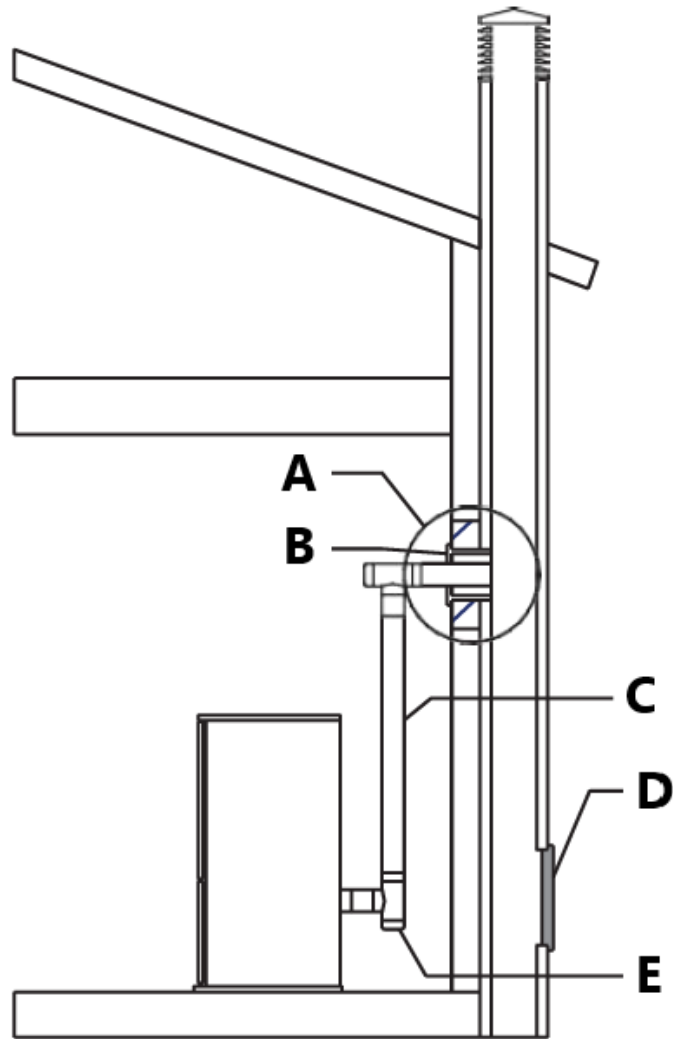

Abb. 12
- Wenn Sie einen vorhandenen Schornstein verwenden möchten, sollten Sie ihn unbedingt von einem professionellen Schornsteinfeger überprüfen lassen, um sicherzustellen, dass er vollkommen dicht ist (Abb. 12). Der Grund dafür ist, dass der Rauch, da er unter leichtem Druck steht, in Risse im Schornstein eindringen und in Wohnräume entweichen kann. Wenn Sie bei der Inspektion feststellen, dass der Schornstein nicht vollständig intakt ist, kann eine Auskleidung des Schornsteins mit einem PL-Abzugsrohr oder einem einwandigen Edelstahlrohr erforderlich sein, um den Schornstein in Einklang zu bringen. Wenn der vorhandene Schornstein breit genug ist, empfehlen wir ein Rohr mit einem maximalen Durchmesser von 6" (15 cm).